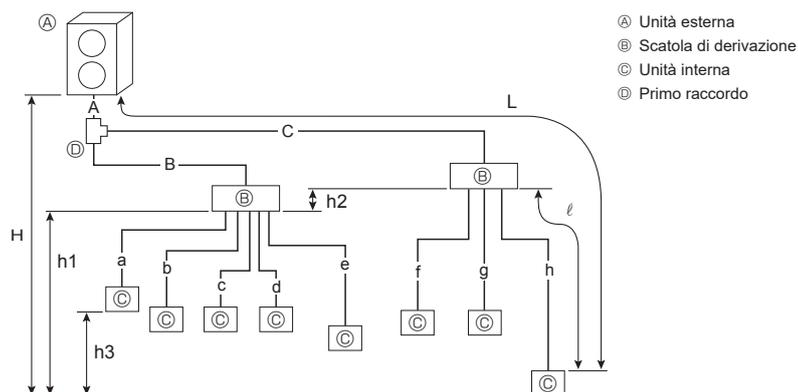

Fig. 4-4
4.3.2. Collegamento con scatola di derivazione (Fig. 4-4)